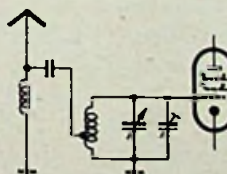

Bild 4. Hochinduktive Antennenkopplung mit kapazitiver Zusatzkopplung für hohe Frequenzen
c) Hochinduktiver Antennenkreis mit kapazitiver Zusatzkopplung für hohe Frequenzen (Bild 4). Bei der hochinduktiven Antennenkopplung werden neben den Spiegelfrequenzen bereits die höchsten Empfangsfrequenzen benachteiligt. Eine kapazitive Kopplung von der Antenne zum Gitter der Eingangsröhre würde aber gerade wieder für die Spiegelfrequenzen einen bequemeren Weg bieten. Durch Ermittlung einer günstigen Anzapfung nach Bild 4 kann man die hohen Frequenzen des Empfangsbereiches leicht anheben, während die Spiegelfrequenzen über den erdseitigen Spulenteil kurzgeschlossen werden. Man erreicht dadurch eine Verbesserung der Empfindlichkeit um das Zwei- bis Dreifache, während sich noch Spiegelselektionswerte von 1:50 erhalten lassen.